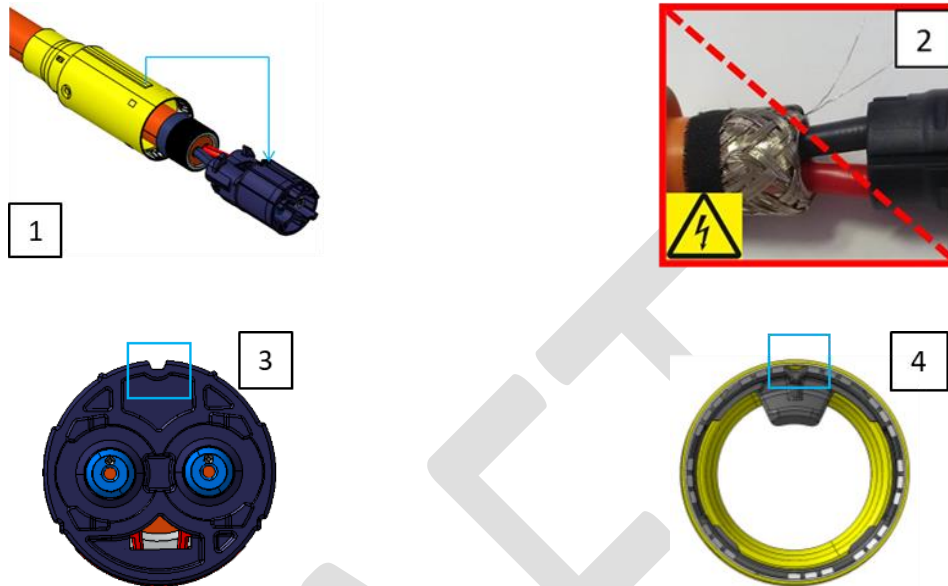

Bild 37: (1) Montage Schirmhülse, (2) Warnhinweis, (3) Polarisierung Kontaktträger, (4) Polarisierung Schirmhülse
- Der Kontaktträger inkl. Stiftkontakte muss lageorientiert (siehe Bild 37 [1]+[3]) aufgenommen werden.